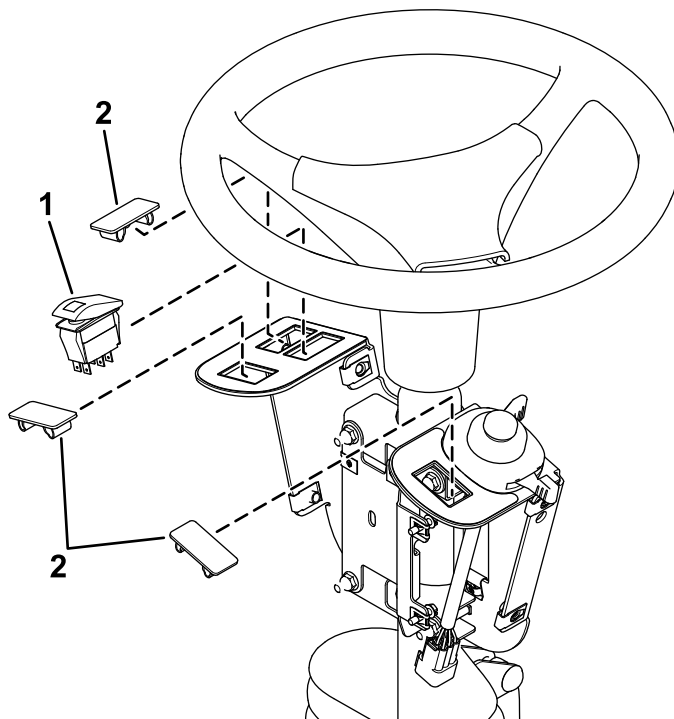

Figura 5
3. Instale el interruptor basculante y los tapones del hueco en el soporte de los interruptores (Figura 5).